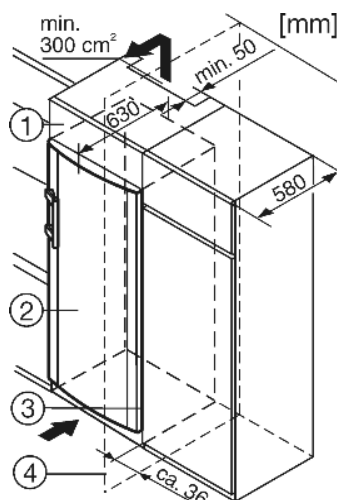

Fig. 8
- (1) Дополнительный шкафчик
(2) Устройство
(3) Кухонный шкаф
(4) Стенка
Устройство может быть окружено предметами кухонной обстановки. Чтобы уравнять устройство *Fig. 8 (2)* по высоте с кухонной стенкой, можно установить над устройством соответствующий дополнительный шкафчик *Fig. 8 (1)*.
При комбинировании с обычными кухонными шкафами (глубина макс. 580 мм) устройство можно установить непосредственно рядом с кухонным шкафом *Fig. 8 (3)*. Дверца устройства выступает по сторонам на 34 мм и по центру устройства на 50 мм относительно передней стенки кухонного шкафа. Поэтому ее можно свободно открывать и закрывать. Важно для вентиляции:
Если устройство установлено на шарнирах у стены *Fig. 8 (4)*, то расстояние между устройством и стеной должно быть не менее 36 мм. Настолько выступает ручка при открытой дверце.